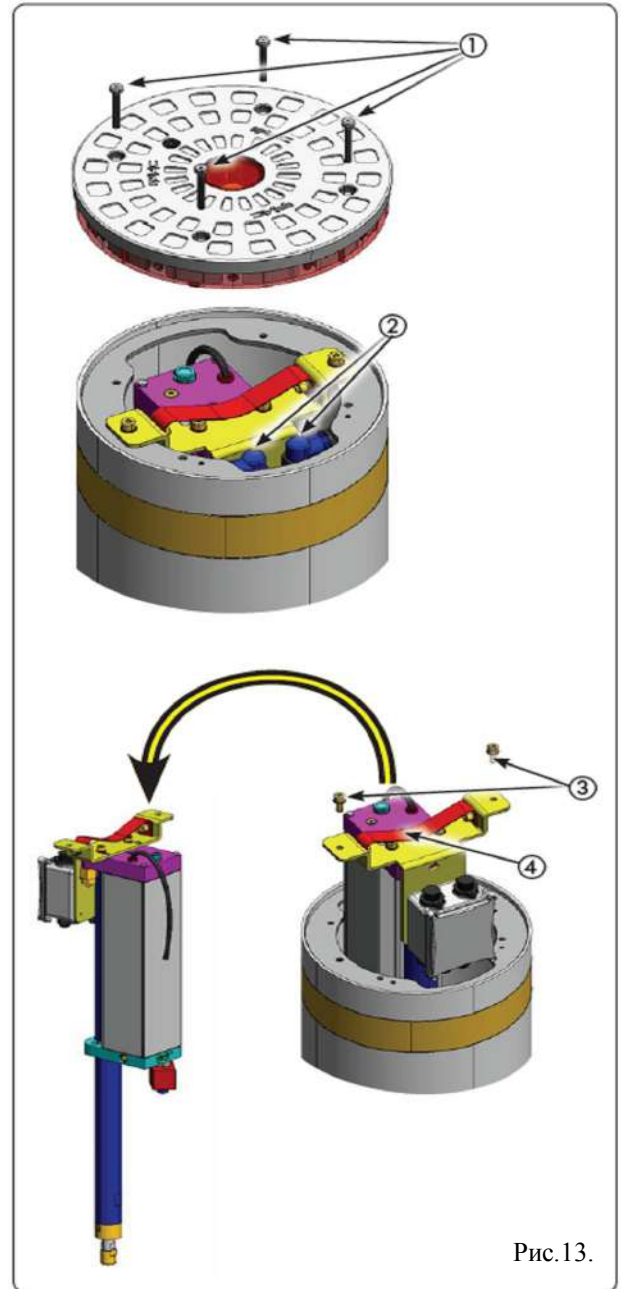

Рис.13.
Закрывающий винт на тумбе также может быть затянут вверх тормашками, чтобы не открывать доступ к устройству опускания вручную. Разумеется эта операция должна быть выполнена после снятия головной части посредством отвинчивания 4-х крепежных винтов (см.рис.13, обозначение (1)).
- 1.Поднимите верхнюю часть, отвернув четыре винта TORX (рис.13, обозначение (1)).
- 2.Выньте оба штекера из распределительной коробки (рис.13, обозначение (2)).
- 3.Ослабьте оба винта, крепящие гидравлический блок к цилиндру (рис.13, обозначение (3)).
- 4.Полностью поднимите блок, подхватив его за ручку (рис.13, обозначение (4)).